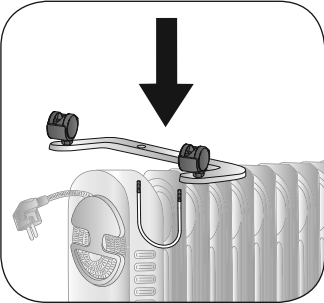

Fig. 4
- 6 Montare la staffa di supporto con ruote sul ferro ad "U". Inserire la parte filettata del ferro ad "U" nei fori presenti sulla staffa di supporto con ruote (Fig. 4).